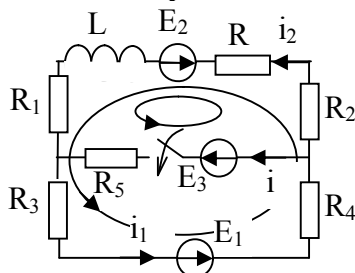

Рис. 20. Схема цепи постоянного тока с катушкой индуктивности
1. Расчет докоммутационного режима. В режиме до коммутации (ключ разомкнут (рис. 20)) в ветви с сопротивлением  $R_5$  ток отсутствует  $i=0$ . Изменения тока  $i_2$  нет, поэтому на индуктивности  $L$  нет падения напряжения.